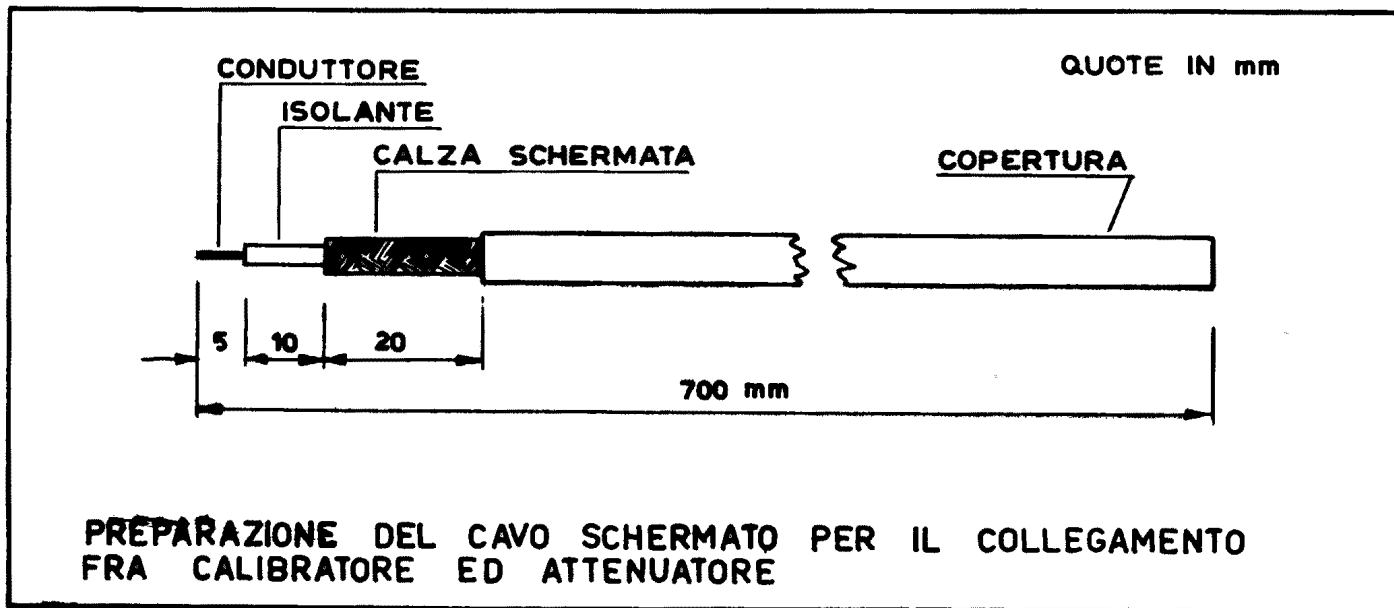

Fig. 13
g) - PREPARI UN PEZZO DI CAVO SCHERMATO, SECONDO LA FIG. 13, E LO SALDI ALLA POSIZIONE 4 DELLA SEZIONE S2b. LA CALZA SCHERMANTE DEVE ESSERE SALDATA ALLA LINGUETTA DI MASSA LM14.